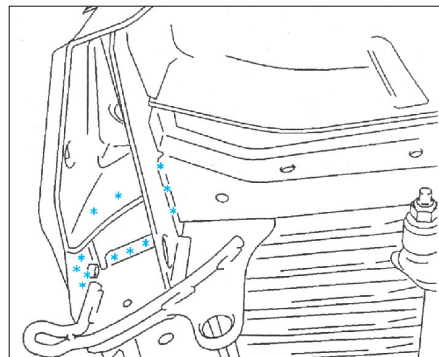

FIG. 124
- Dégraffer les points de soudure électrique à l'aide d'une fraise Ø 8 mm (Fig.124).